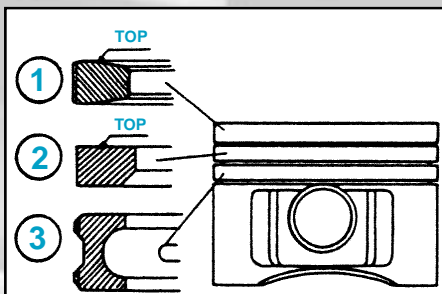

fig. Mot. 86
- Monter les segments avec la marque "TOP" vers la tête de piston (fig. Mot. 86).